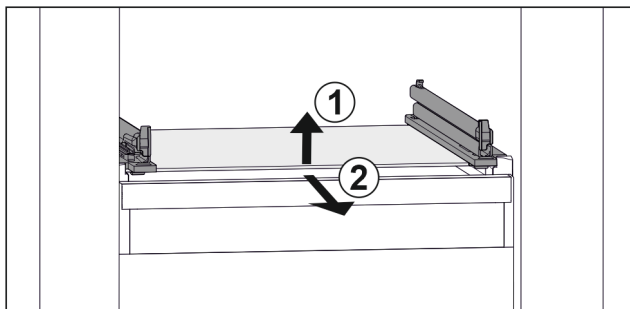

Fig. 78 Príklad zobrazenia sklenenej dosky
- ▶ Nadvihnite sklenenú dosku vpred. Fig. 78 (1)
- ▶ Odoberte sklenenú dosku dopredu. Fig. 78 (2)